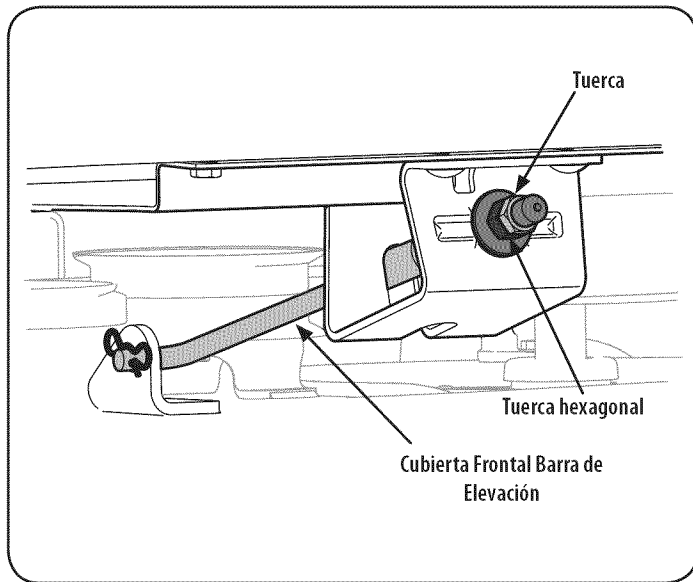

Figura 28
1. Si no está ya suelta, afloje el tornillo hexagonal y girar la palanca de control hacia adelante o hacia atrás a la posición deseada. Ver Figura 28..
- Con una llave, levante o baje la parte delantera de la cubierta girando la tuerca en la varilla de elevación de la plataforma delantera. Ver Figura 28.